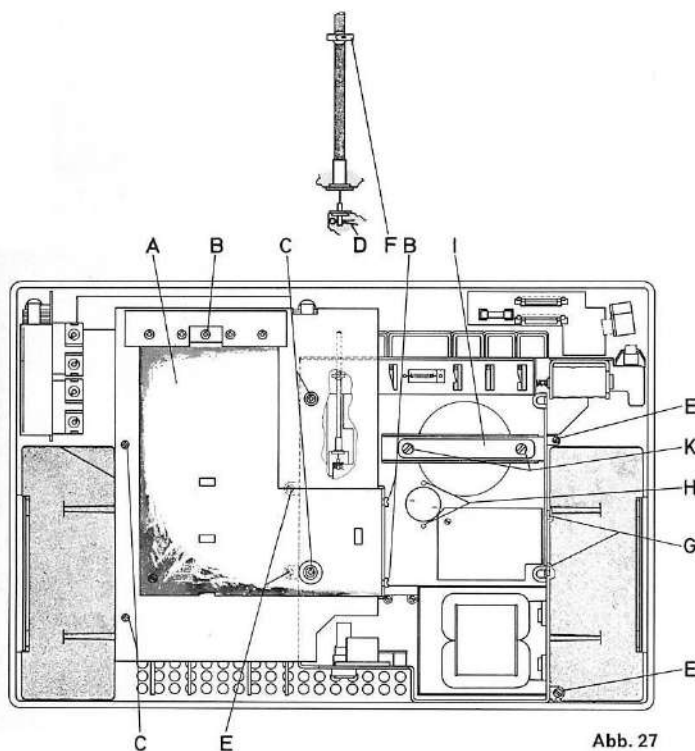

Abb. 27
6.1 Öffnen des Gerätes (siehe Abb. 27)
6.2 Ausbau des Laufwerkes (siehe Abb. 27)
6.3 Auswechseln des Antriebsmotors (siehe Abb. 27)
6.4 Auswechseln des Umspulmotors (siehe Abb. 27)
6.5 Auswechseln des Motorriemens (siehe Abb. 27)